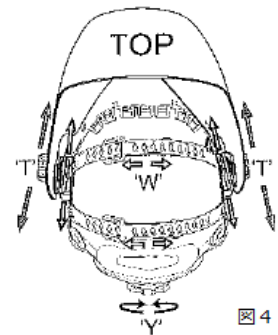

図4
ヘッドバンドの後部にあるノブを回して、ヘッドバンドの外周を広げたり、縮めたりすることができます。(図4の調整Y参照) 本遮光面を装着したままの状態、この調整を行うことができます。ヘッドギアを頭部にしっかり固定しながら、きつすぎない程度のしっかりとしたフィット感を得ることができます。
- ・頭部のヘッドバンドが高すぎたり、低すぎたりする場合は、頭部の最上部を通るストラップを調整してください。ストラップの調整は、ヘッドバンドの穴にはまった突起部(ロッキングヒップ)を押してはずし、ヘッドバンドの端を緩めて行います。必要な分だけヘッドバンドの両端をずらし、適当な穴に突起部をはめてください。(図4の調整W参照)
手順1: ブロックナットを解除し(図4のT参照)、面体から顎の位置までを調整します。